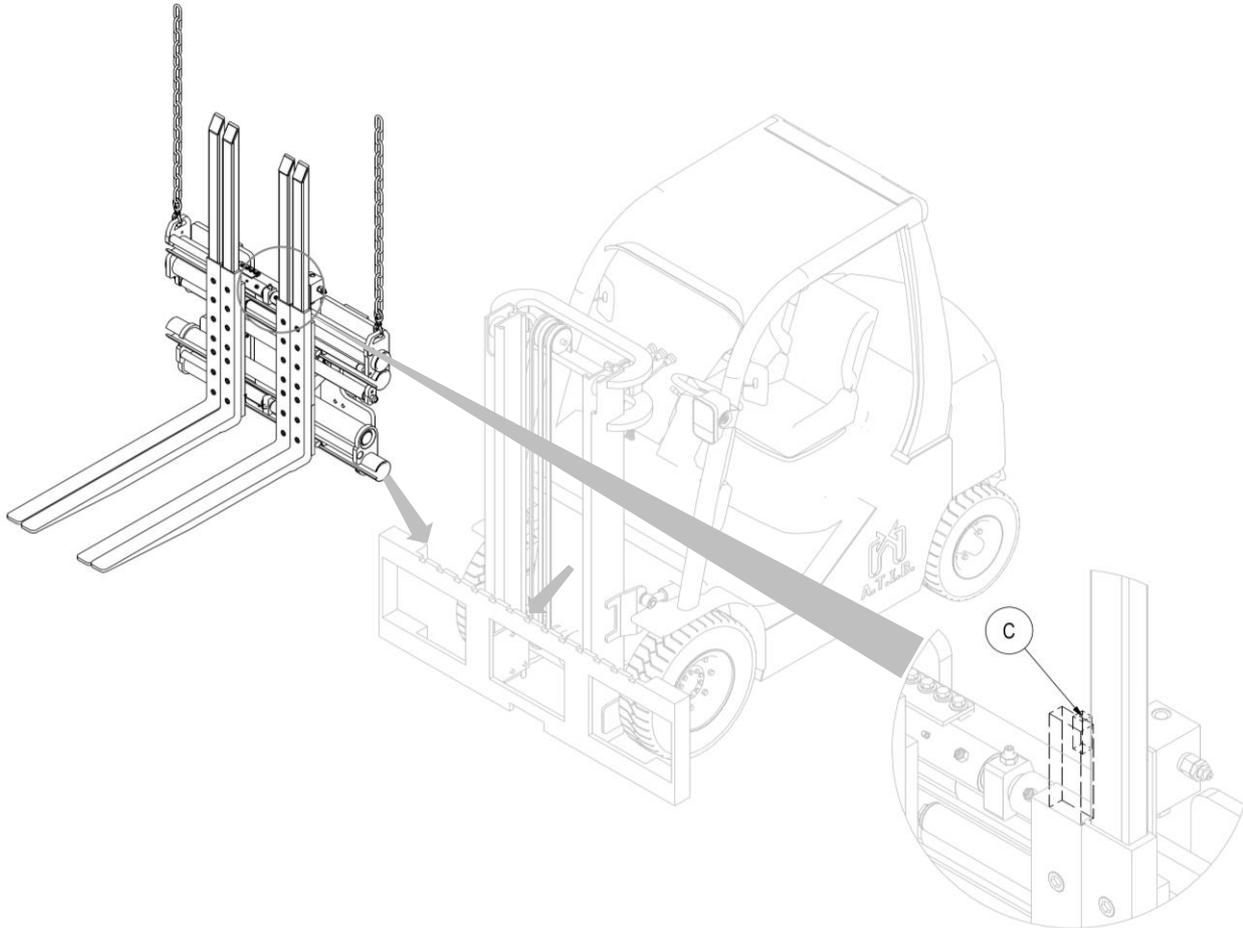

Abbildung 9
6. Hängen Sie das Gerät an den oberen Anschlagpunkten ein und positionieren Sie es mit einem Brückenkran oder Flaschenzug auf die Trägerplatte der Gabel, achten Sie darauf, dass der Zentrierzahn C in die Mittelkerbe der Trägerplatte einrastet (siehe *Abbildung 9*).
5. Heben Sie jetzt das Gerät an den oberen Anschlagpunkten mit einem Brückenkran oder Flaschenzug mit ausreichender Tragleistung an (siehe *Abbildung 5 und Abbildung 9* auf Seite *12 und 16*).